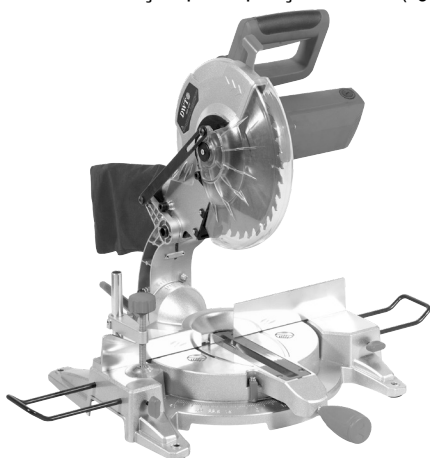

Fig. 7 – Posição para corte
- Levantar o cabeçote para a posição de corte (fig. 7).